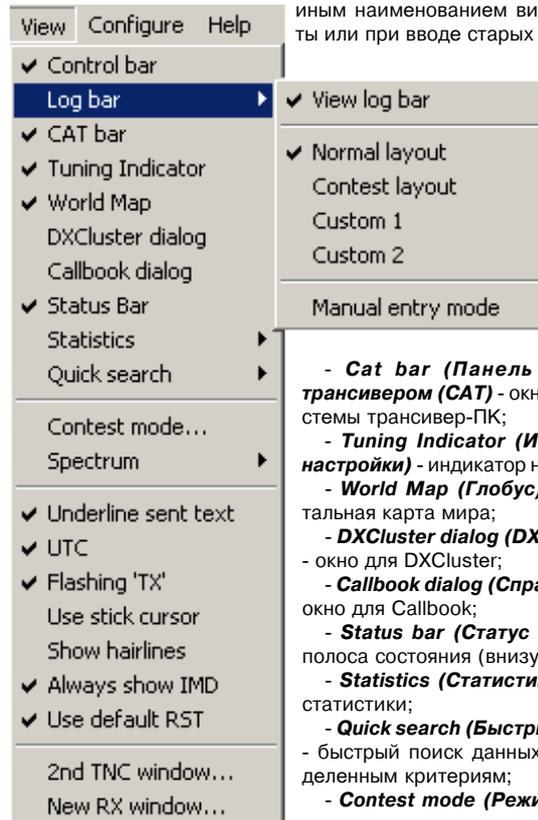

Рис.5
**Меню Вид «View» (Показать) (рис.5)**